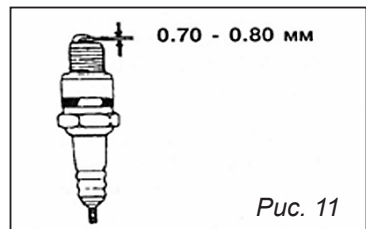

Рис. 11
• Проверьте зазор между электродами специальным плоским щупом. Нормальный зазор должен составлять 0,7–0,8 мм (рис. 11). При необходимости отрегулируйте величину зазора, осторожно подгибая боковой электрод.